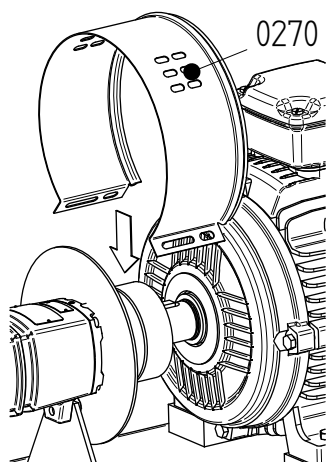

Figure8: Installation de l'enveloppe côté moteur.
- 2 Déposez les deux enveloppes (0270). Voir figure 8.